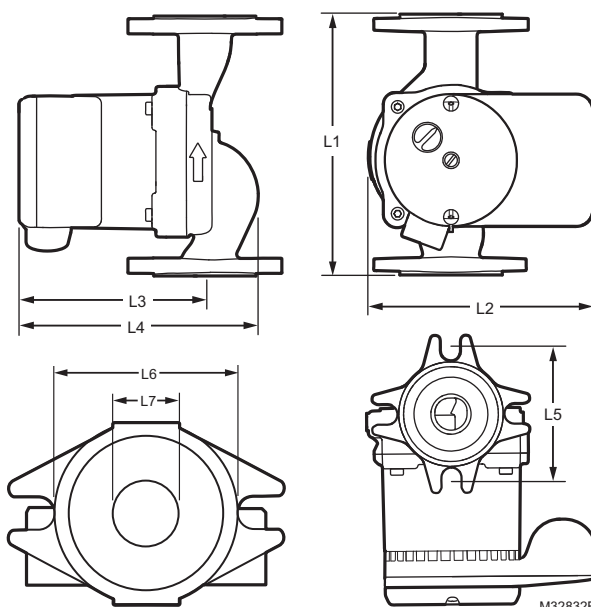

Fig. 1. Dimensions de la pompe en po (mm).
**Connexion à bride :** Bride universelle. Voir la Fig. 1.